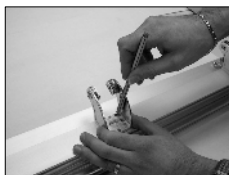

Fig. 1
- A. Trace con un lápiz la línea de centro del marco tanto en la parte móvil como en la fija (Fig. 1).
- A. Trace con un lápiz la línea de centro del marco tanto en la parte móvil como en la parte fija (Fig. 1).